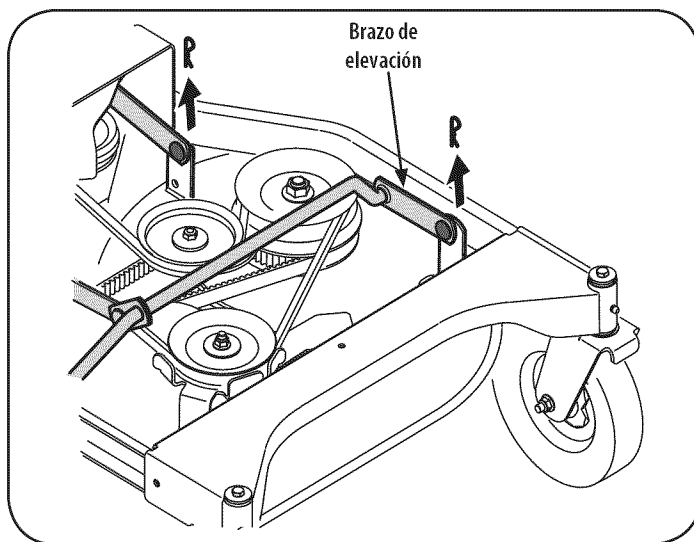

Figura 28
7. Mire la plataforma de corte desde el lado izquierdo y saque con cuidado los pasadores horquilla que sujetan los soportes de la plataforma a los laterales posterior y anterior izquierdos de la plataforma. Vea la Figura 28.